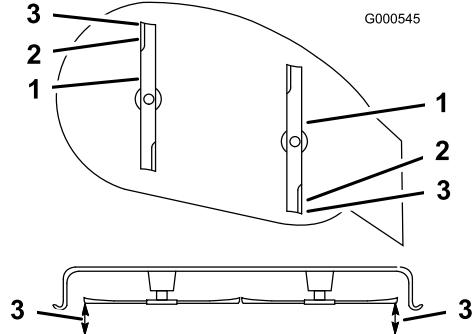

Figura 43
5. Impostate l'altezza di taglio alla posizione **D** (76 mm), e fate girare con cautela le lame in modo che siano disposte longitudinalmente (Figura 43).
6. Misurate il valore dalla punta della lama anteriore e dalla punta della lama posteriore alla superficie piana (Figura 43). Se la punta della lama anteriore non è inferiore alla punta della lama posteriore di 1,6–7,9 mm, regolate il dado di bloccaggio anteriore.
il dado finché la punta della lama anteriore non è più bassa di 1,6–7,9 mm rispetto a quella posteriore (Figura 43).